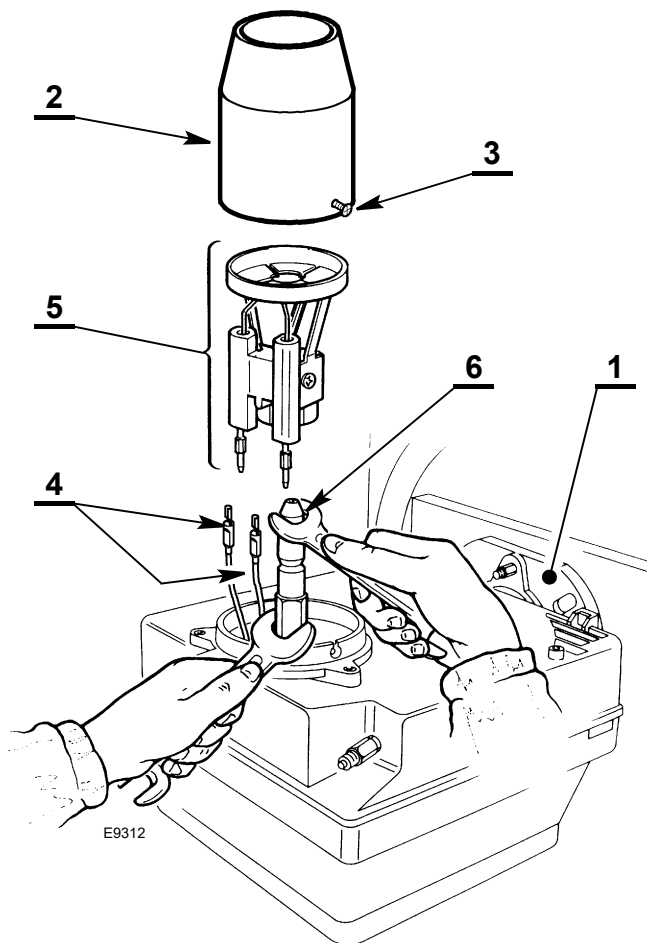

Abb. 12
- Den Brenner am Flansch 1)(Abb. 12) einhängen, die Schrauben 3) lösen und dann das Brennerrohr 2) herausnehmen.
- Austauschen und die Düse 6) richtig eindrehen und festziehen wie in Abb. 12 gezeigt.